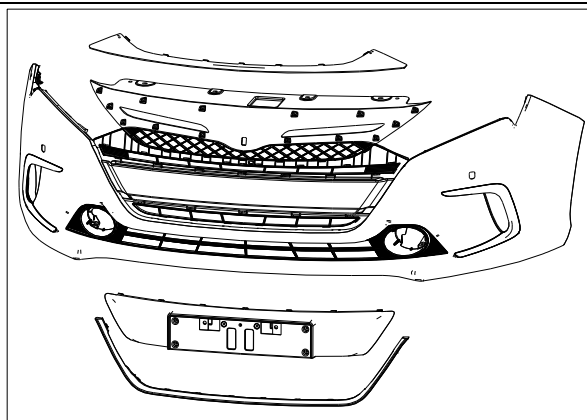

图 1.1.6 前保险杠装饰条、装饰板的拆卸
(1) 如图 1.1.6 拆下前保险杠装饰板、前保险杠装饰条、前保险杠上装饰条。其中注意前保险杠装饰条在前保险杠装饰板之后拆卸。